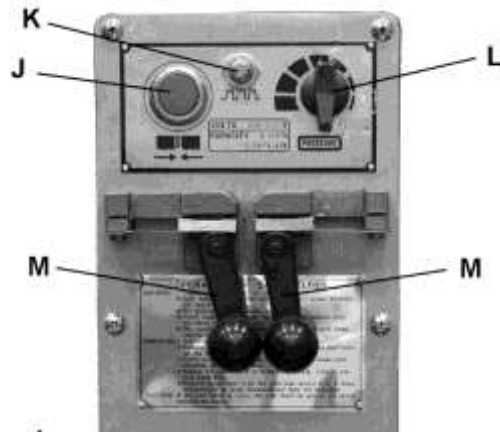

Рис. 3.
**Кнопка включения устройства для сварки** (J, Рис. 3) – находится на панели управления устройства для сварки. Для начала сварки нажмите и удерживайте кнопку. Когда сварка закончена, устройство отключается автоматически. По завершении сварки отпустите кнопку.
**Кнопка включения отжига** (K, Рис. 3) – находится на панели управления устройства для сварки. Нажмите и удерживайте кнопку, чтобы отжечь полотно, по завершении отпустите кнопку.
**Ручка регулировки давления зажимов ленточного полотна** (L, Рис. 3) – находится на панели управления устройства для сварки. С ее помощью устанавливается давление прижима для полотен различной ширины. Поворачивайте ручку против часовой стрелки, чтобы свести прижимы ближе друг к другу, по часовой стрелке – чтобы развести.
**Прижимы пильного полотна** (M, Рис. 3) – расположены на панели управления устройства для сварки. Когда ручки зажимов опущены, в зажимы можно завести полотно. Для фиксации полотна поднимите ручки.